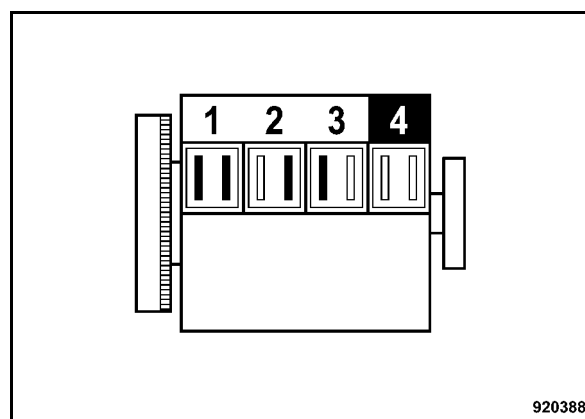

Fig. 173
- Girare l'albero a gomiti fino al ricoprimento sul cilindro 4 (Fig. 173).
Le valvole contrassegnate di nero (Fig. 173) possono essere controllate e registrate.